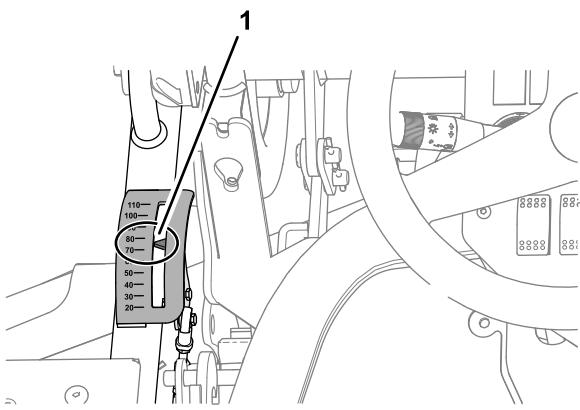
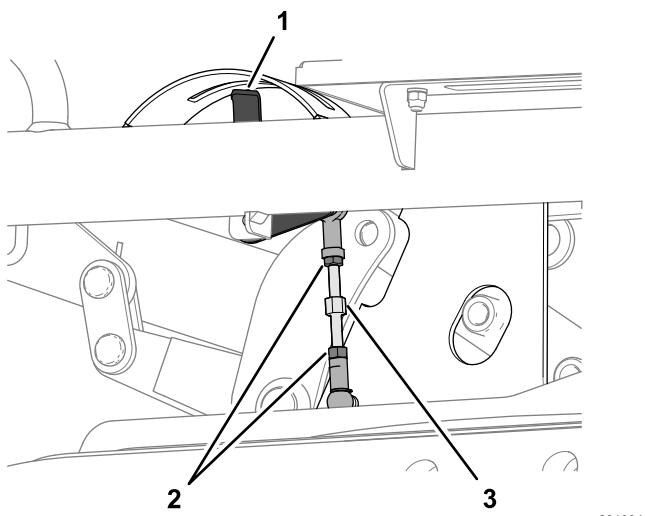

Figura 130
Figura 131
- 2. Sedetevi sul sedile dell'operatore e controllate il puntatore dell'indicatore dell'altezza di taglio (Figura 130).
- A. Allentate i 2 controdadi che fissano la biella dell'altezza di taglio (Figura 131).
- B. Ruotate la biella finché il puntatore dell'indicatore dell'altezza di taglio, visualizzato dal sedile dell'operatore, non è allineato sul segno dei 75 mm (Figura 130 e Figura 131).
- C. Serrate i 2 controdadi (Figura 131).